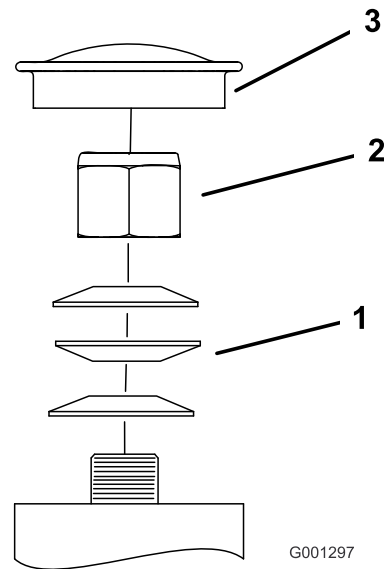

Bild 52
3. Entfernen Sie den Staubdeckel vom Laufrad und ziehen Sie die Sicherungsmutter an (Bild 52).
4. Ziehen Sie die Mutter so weit an, bis die Federscheiben flach sind. Drehen Sie dann 1/4 Drehung zurück, damit Sie die Vorlast korrekt auf die Lager verteilen können (Bild 52).
Wichtig: Achten Sie darauf, dass die Federscheiben richtig eingesetzt sind, siehe Bild 52.
5. Setzen Sie den Staubdeckel auf (Bild 52).